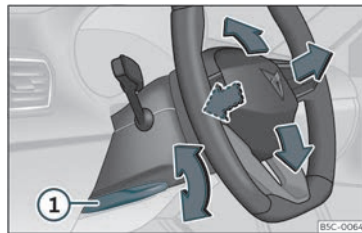

Fig. 4 Leva nella parte inferiore del lato sinistro del piantone dello sterzo.
- Tirare la leva >>> fig. 4 ① verso il basso, muovere il volante verso la posizione desiderata e risollevarla fino al punto di chiusura. >>>
- Dopo aver regolato il piantone dello sterzo, spingere fermamente la leva»» fig. 4 ① verso l'alto affinché il volante non cambi posizione accidentalmente durante la marcia.